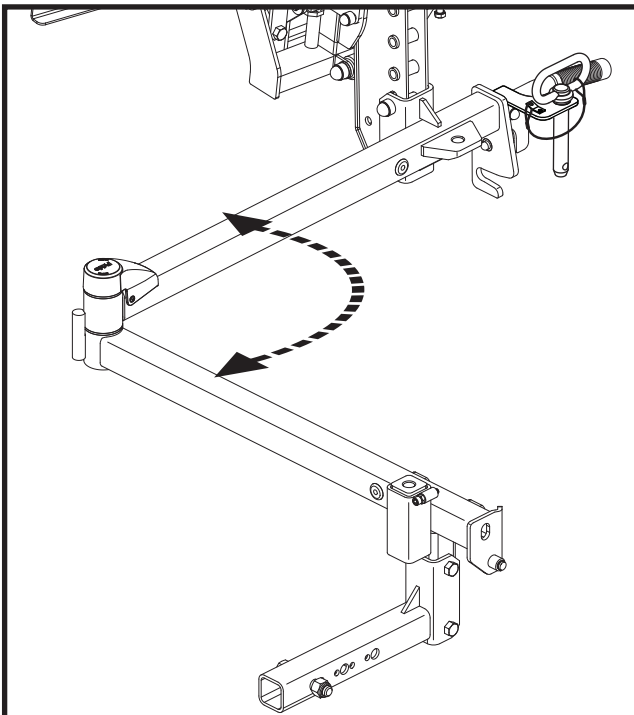

Figure 18. Déplacer le système de levage
2. Aligner l'adaptateur escamotable sur le récepteur et verrouiller comme indiqué sur **la figure 18.**